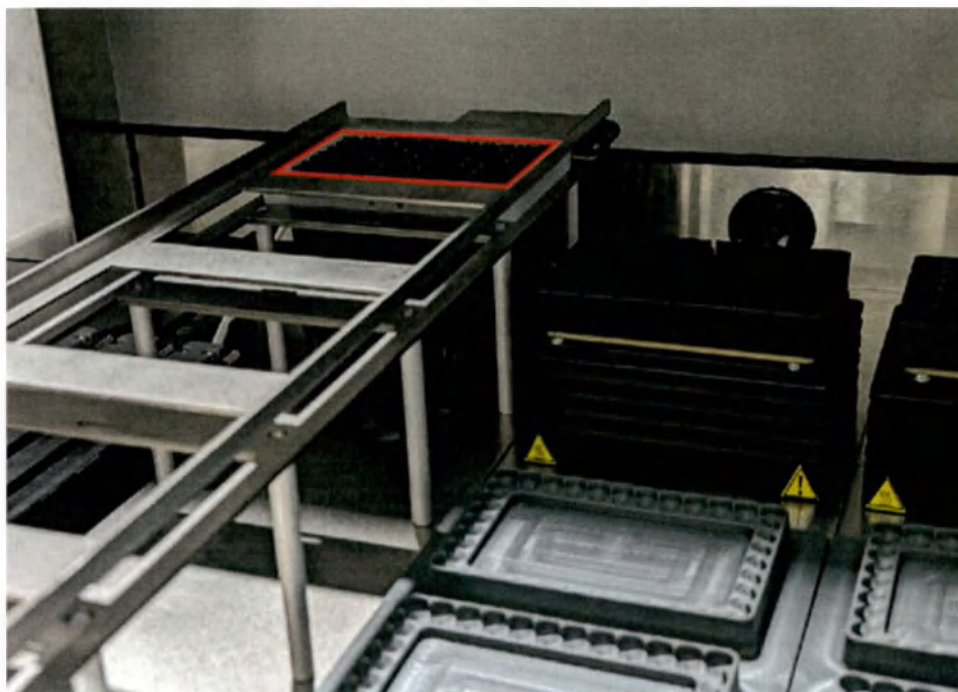

Рис. 26. Установленный модуль хранения наконечников.
6.5.2.1. Установите необходимое количество штативов с одноразовыми наконечниками в модуль хранения наконечников (Рис. 26). Для этого откройте крышку модуля, разместите штативы с одноразовыми наконечниками на предназначенные для них места и закройте крышку. Необходимое количество штативов с одноразовыми наконечниками зависит от количества исследуемых образцов и протокола выделения.